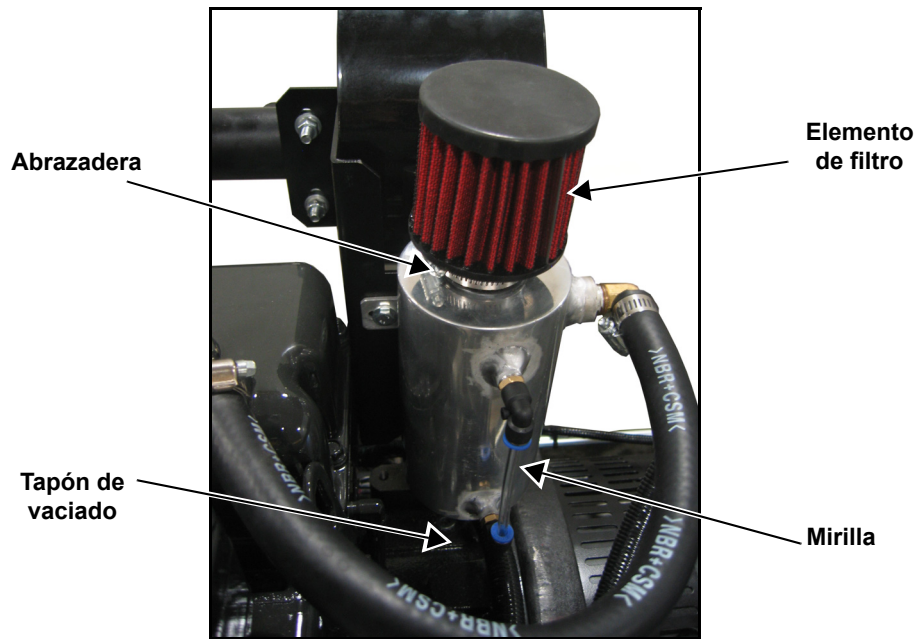

Figura 5-15. Vaciado del cartucho del respiradero y sustitución del filtro
1. Observe por la mirilla el nivel de aceite en el cartucho. Vea la Figura 5-15.